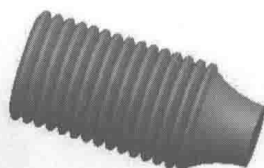
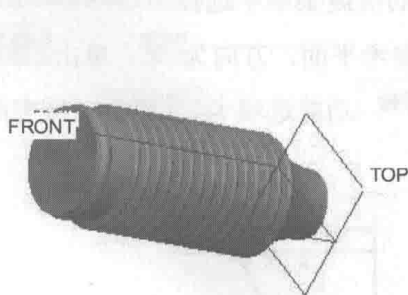

图 1.6 阵列特征 1
图 1.7 旋转特征 3
Step4. 创建图 1.6 所示的阵列特征 1。
(1) 选取阵列特征。在模型树中选择 Step3 所创建的旋转特征 2，右击，选择 ⌚ 命令。
(2) 选择阵列控制方式。在操控板中选择以“方向”方式控制阵列。
(3) 定义阵列参数。选取 TOP 基准平面为阵列方向参考，在操控板中输入阵列个数 15，设置增量（间距）值 7.0，按 Enter 键。
(4) 在操控板中单击“完成”按钮 $\checkmark$ ，完成阵列特征 1 的创作。
Step5. 创建图 1.7 所示的旋转特征 3。在 **模型** 功能选项卡的 **形状** 区域中单击“旋转”按钮 ⌚ ，选取 FRONT 基准平面为草绘平面，TOP 基准平面为参考平面，方向为 $\uparrow$ ；单击 **草绘** 按钮，绘制图 1.8 所示的截面草图（包括中心线）；在操控板中选择旋转类型为 ⌚ ，在“角度”文本框中输入角度值 360.0；单击 $\checkmark$ 按钮，完成旋转特征 3 的创作。